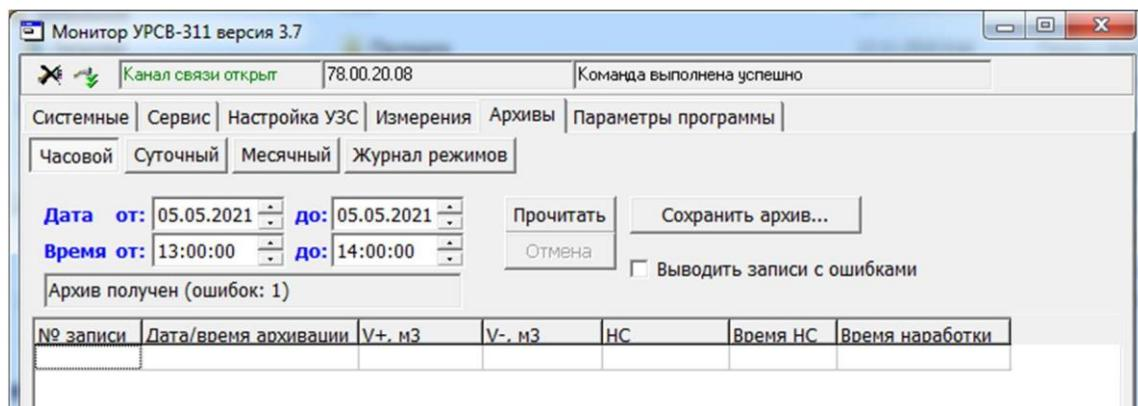

Рис.12. Вид вкладки «Архивы».
Текущее состояние расходомера (наличие / отсутствие нештатных ситуаций) индицируется на вкладке **Измерения** в поле **Непрерывные ситуации** (рис.12).
- 4.1.5. Для считывания архивных данных необходимо перейти на вкладку **Архивы** (рис.12), выбрать вид архива (часовой, суточный или месячный), установить требуемый интервал в полях **Дата** и **Время** и нажать кнопку <Прочитать>.